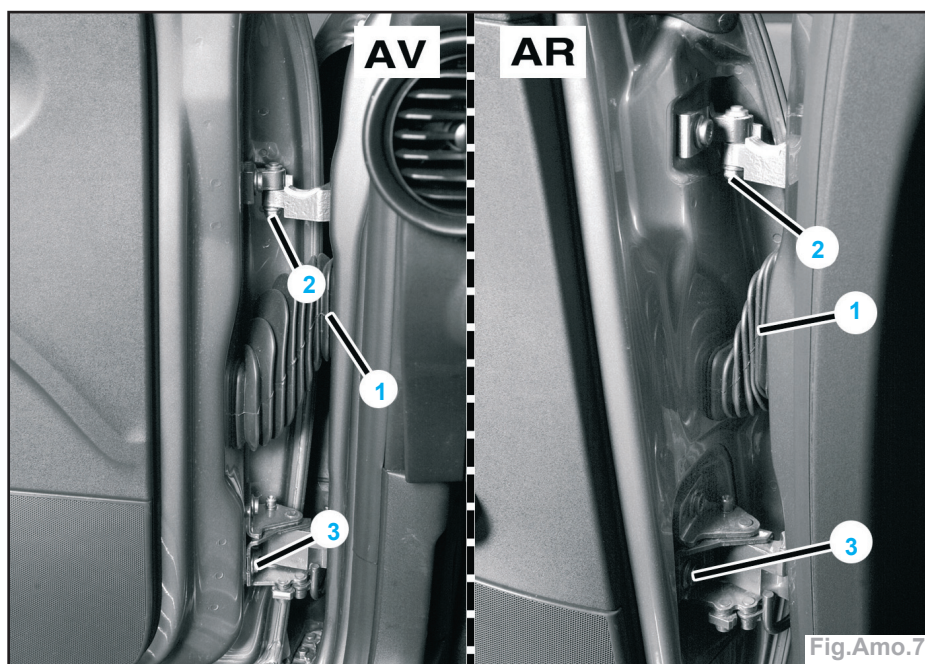

Fig.Amo.7
- Retirer le soufflet (1) du montant et débrancher les connecteurs (Fig.Amo.7).
- l'écrou (2) de la charnière supérieure,
- la vis inférieure (3) de la charnière inférieure,